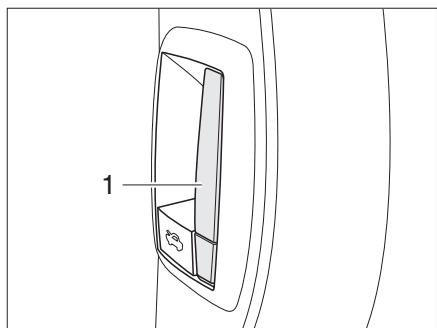

Fig. 33 Palanca de desbloqueo del capó del motor, en el interior
- Tirar de la palanca (Fig. 33,1) en el salpicadero, en el lado izquierdo del vehículo. El capó del motor abre hasta el tope del gancho de retención.